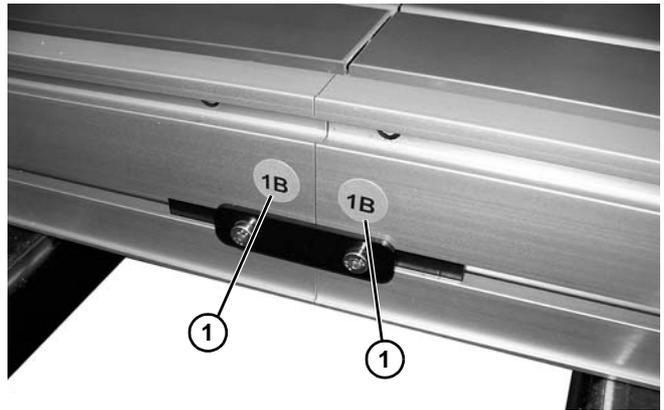

Figure 5
1. Assembler les sections de convoyeurs identifiées par des étiquettes (Figure 5, élément 1).